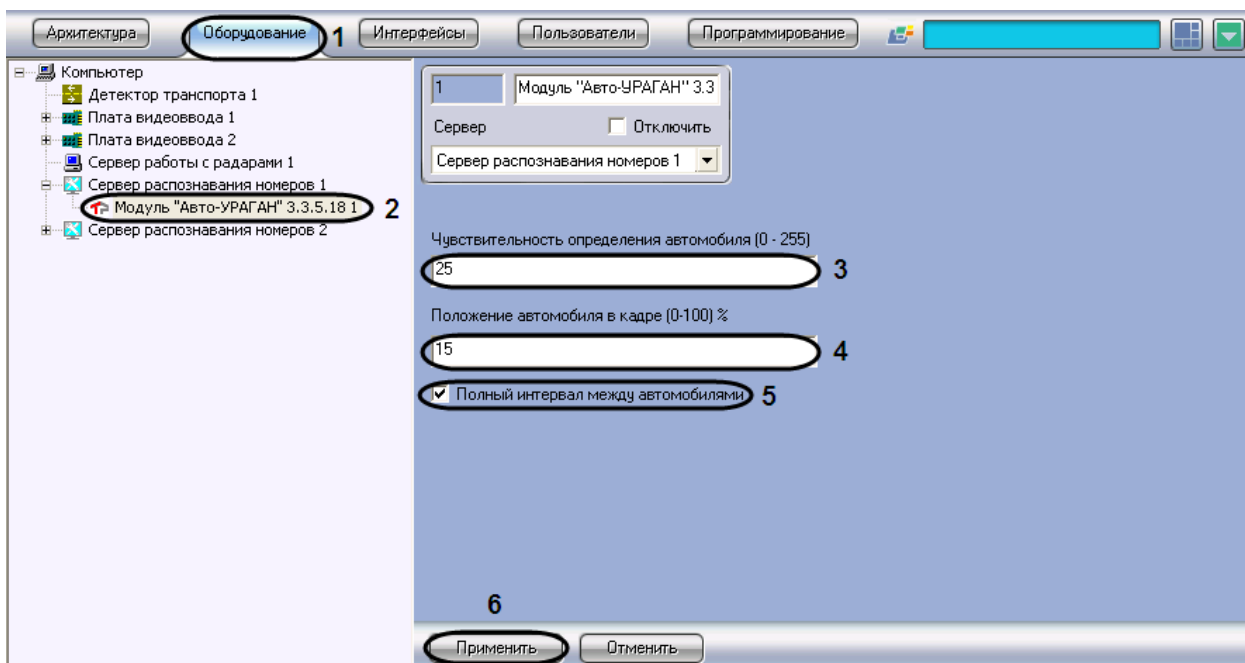

Рис. 7.2-3. Настройка программного модуля «Авто-УРАГАН 3.3.5.18»
1. В диалоговом окне «Настройка системы» перейти на вкладку «Оборудование» (Рис. 7.2-3, 1).
2. В дереве объектов на вкладке «Оборудование» выбрать объект «Модуль „ Авто-УРАГАН 3.3.5.18“», соответствующий настраиваемому программному модулю «Авто-УРАГАН 3.3.5.18» (Рис. 7.2-3, 2). В правой части вкладки «Оборудование» отобразится панель настройки выбранного объекта.
3. В поле «Чувствительность определения автомобиля (0-255)» ввести значение чувствительности, которая характеризует чувствительность детектора к контрастности изображения машины (см. Рис. 7.2-3,3). Чем ниже значение, тем чувствительнее детектор.
4. В поле «Положение автомобиля в кадре (0-100) %» ввести значение в процентах, отражающее положение выдаваемого видео с автомобилем в кадре между моментами появления и исчезновения автомобиля из кадра (см. Рис. 7.2-3, 4).
5. Установить флажок «Полный интервал между автомобилями» в том случае, если необходимо, чтобы распознаватель находился в состоянии ожидания отсутствия движения по всему кадру (см. Рис. 7.2-3, 5).
6. Для сохранения внесенных изменений нажать кнопку «Применить» (см. Рис. 7.2-3, 6).